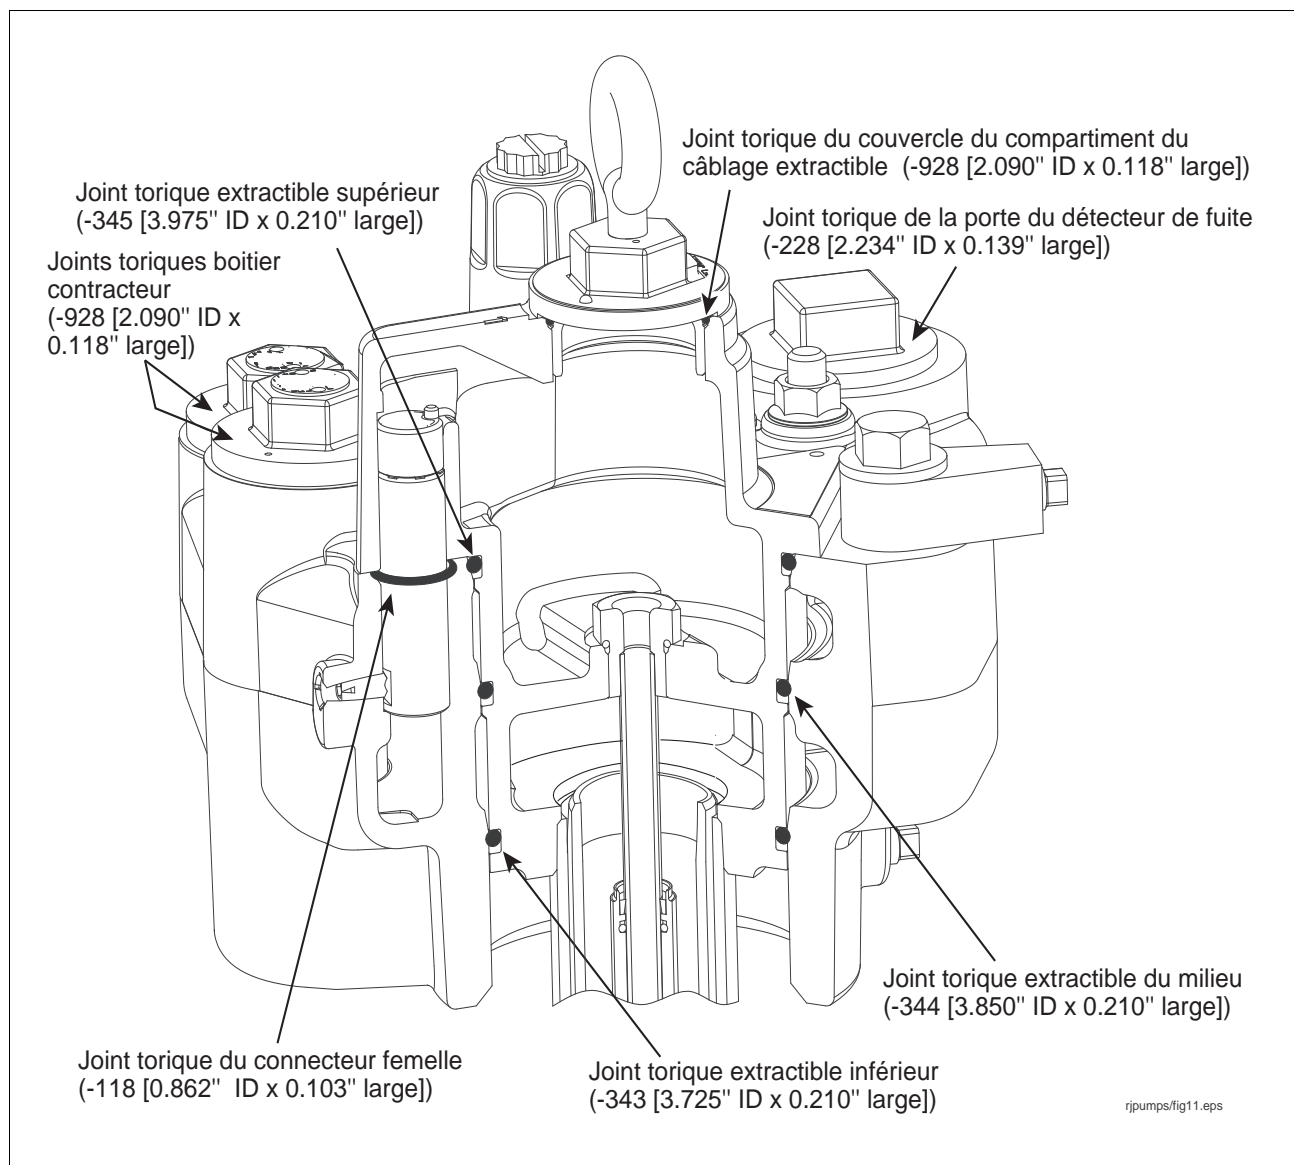

Figure 32. Positionner les joints toriques du groupe et du collecteur
dimension quasiment identique il faut donc faire très attention à bien les distinguer avant de les disposer dans le corps extractible. Lubrifier chaque joint torique avec de la vaseline et les poser dans leur rainure, dans le corps extractible (voir Figure 32).
10. Retirer le joint torique du connecteur femelle du collecteur (voir Figure 32). Prendre un joint torique large 0.862" ID x 0.103" dans le kit et le lubrifier avec de la vaseline. Faire glisser le joint torique sur le connecteur femelle et le pousser dans sa rainure.